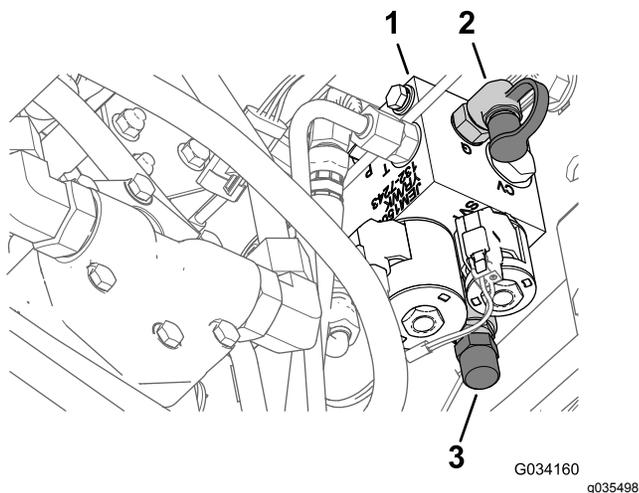

Рисунок 14
3. Подсоедините манометр к контрольному отверстию в задней части коллектора подъема (Рисунок 14).
4. В передней части коллектора подъема снимите крышку с золотника перераспределения массы (Рисунок 14).
5. Ослабьте контргайку в нижней части золотника перераспределения массы (Рисунок 14).